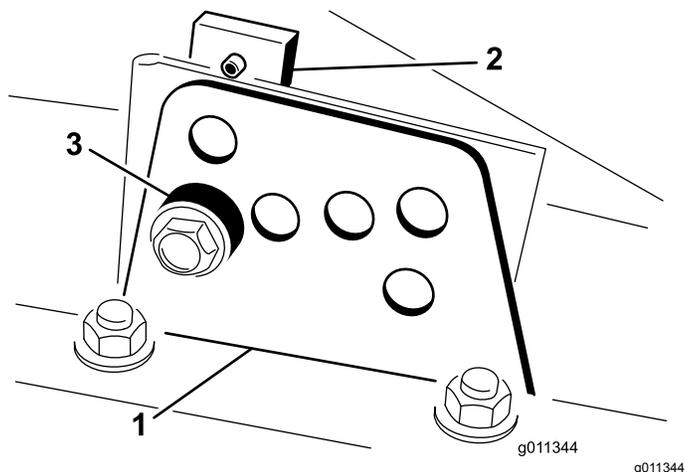

Figura 18
2. Allentate il bullone che fissa ogni staffa dell'altezza di taglio alla relativa piastra (lati anteriore e laterali); fate riferimento a Figura 18.
4. Supportate l'alloggiamento e togliete il distanziale (Figura 18).